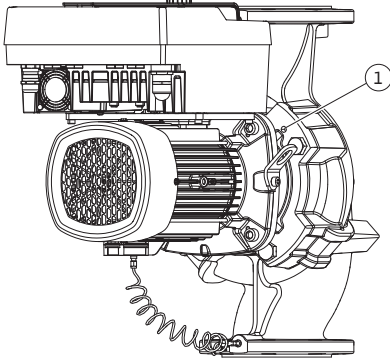

Fig. 12: Διαχωρισμός πτερωτής κινητήρα μέσω διατρήσεων σπειρώματος
5. Αφαιρέστε την πτερωτή κινητήρα (βλέπε Fig. 4) από το κέλυφος της αντλίας. Ανάλογα με τον τύπο αντλίας (βλ. Fig. I ... IV) υπάρχουν δύο διαφορετικές προσεγγίσεις. Για τον τύπο αντλίας (Fig. III και Fig. IV), ξεσφίξτε τις βίδες (θέση 29). Αξιοποιήστε τις δύο διατρήσεις σπειρώματος που βρίσκονται δίπλα (Fig. 12, θέση 1) και χρησιμοποιήστε κατάλληλες βίδες από τον εγκαταστάτη (π.χ. M10 x 25 mm). Για τον τύπο αντλίας (Fig. I και Fig. II), αξιοποιήστε τις δύο διατρήσεις σπειρώματος M10 (Fig. 109). Χρησιμοποιήστε για αυτό τον σκοπό βίδες που παρέχονται από τον εγκαταστάτη (π.χ. M10 x 20 mm). Για την απόσπαση, μπορείτε να χρησιμοποιήσετε και τις εγκοπές (Fig. 109, θέση 2).